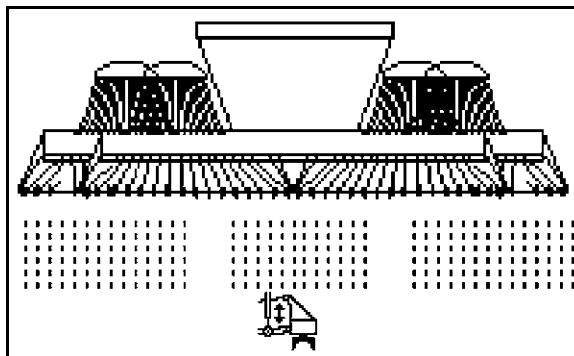

Fig. 54
1. Предварительный выбор **KG** (Fig. 54).